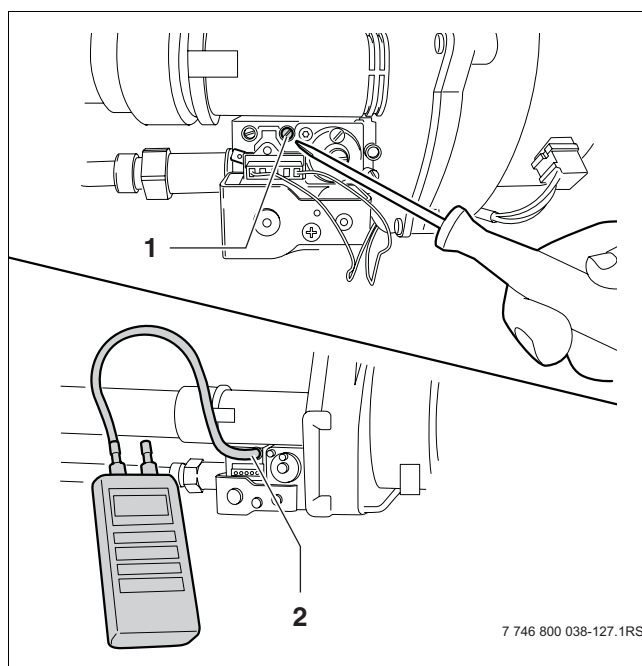

Fig. 53 Gas/lucht-verhouding controleren
- Draai de sluitschroef op de testnippel voor het meten van de gas/lucht-verhouding twee slagen los (fig. 53, **pos. 1**).
- Verbind de plusaansluiting van de drukmeetapparaat met een slang met de meetnippel voor het meten van de gas/lucht-verhouding (fig. 53, **pos. 2**).